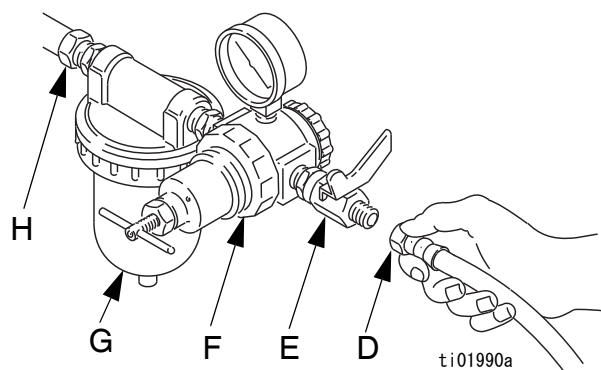

図5：エア継手の接続
- 調整された空気のもとにフィルタが無い場合は、各ガンエア継手にエアフィルタ (G) を取り付け、ガンへ乾いて綺麗な空気の供給を確実にします。塗装物の仕上げ部分の汚れおよび水分は仕上げられた作業の見ばえを損なう可能性があります。図5を参照して下さい。